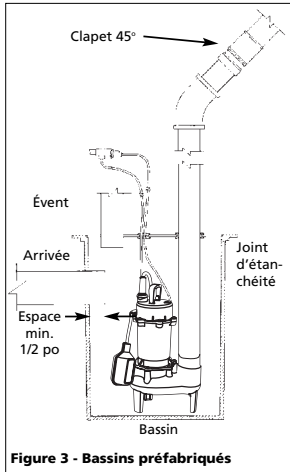

Figure 3 - Bassins préfabriqués
- Cette pompe a un interrupteur à longe détachable avec une fiche superposée (Voir figure 3). La longueur de cordon (distance du cordon du flotteur à la pince) ne devrait pas être ajustée moins que 8,26 cm (3-1/4 po) et ne devrait pas être utilisé dans un bassin plus petit que 35,6 cm (14 po) de diamètre. Si vous utilisez un différentiel autre que celui réglé à l'usine, s'assurer que lorsque la pompe s'arrête, il y ait au moins 4 po de fluide dans le bassin pour que la turbine reste submergée.